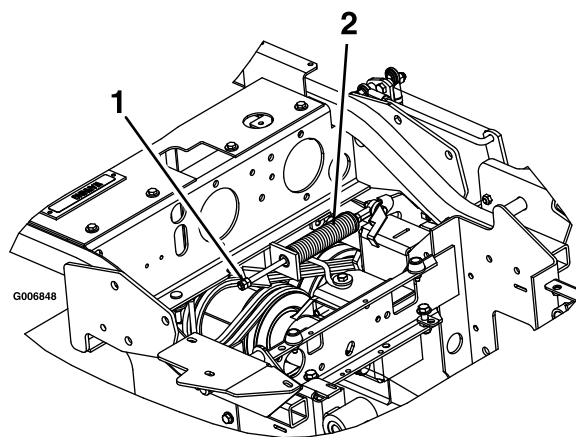

Figura 58
- Localice el muelle del freno y desenrosque las dos contratuercas hasta el extremo de la varilla del muelle del freno (Figura 58).